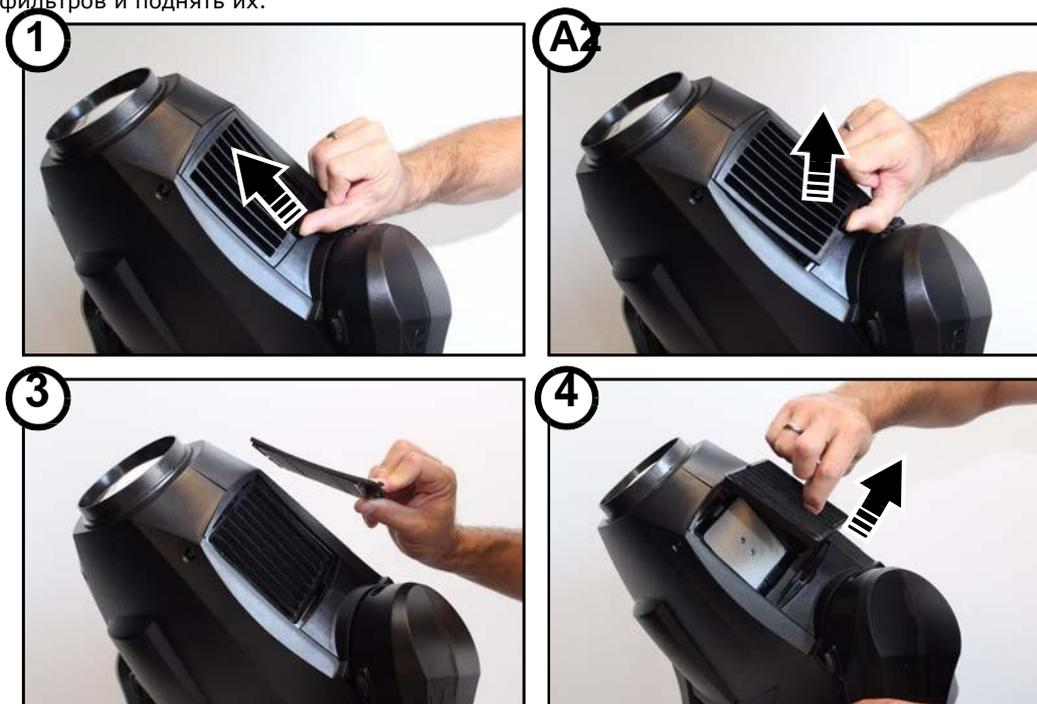

Рисунок 8: Снятие крышек воздушных фильтров головной части
3. См. рисунок 8. По обеим сторонам головной части раскрыть фиксаторы крышек воздушных фильтров и поднять их.